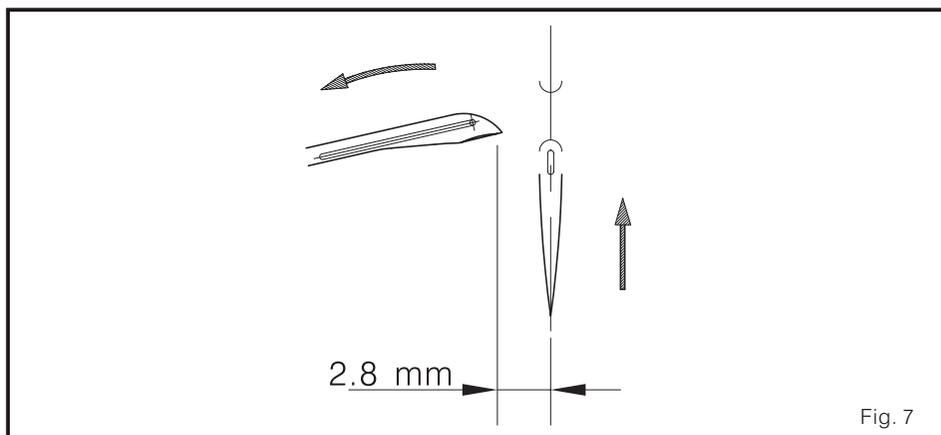

Fig. 7
1. Quando a agulha esta em ponto morto inferior, e o looper estiver em ponto morto traseiro o posterior, o espaço entre a ponta da agulha e o centro da linha da agulha deve ser de 2.8 mm. (Fig. 7)